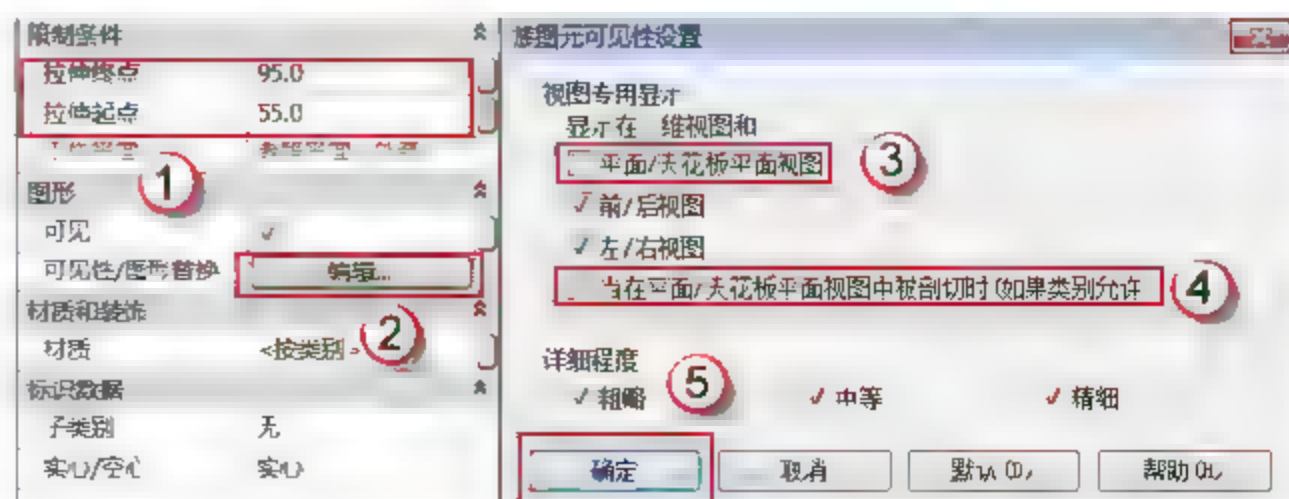

图 8.4.31 设置电梯门参数
(7) 设置电梯门参数。切换至“左”立面视图，分别更改“拉伸终点”和“拉伸起点”数值为“95”和“55”。接着单击“编辑”按钮，在弹出的“族图元可见性设置”对话框中取消“平面/天花板平面视图”和“当在平面/天花板平面视图被剖切时（如果类别允许）”复选框的选择，最后单击“确定”按钮，如图 8.4.31 所示。